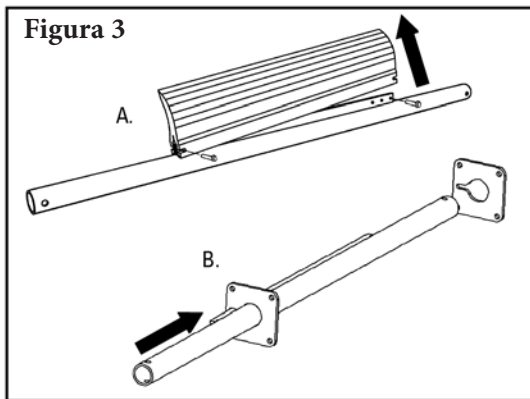

Figura 3
4. **Instale el eje.** Retire los seguros de la hoja y las hojas del eje e inserte el eje entre las placas de montaje (Figura 3).
3. **Instale la nueva hoja.** Deslice la nueva hoja en el eje, bloquéela en el seguro de la hoja lejano, luego vuelva a instalar el seguro de la hoja, arandela y clip (Figura 3).